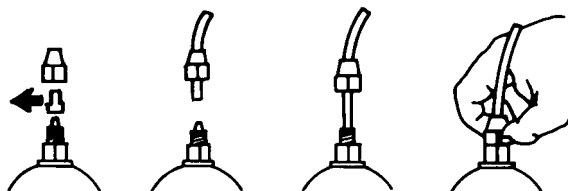

Fig. 7
e.- Retirar as duas cápsulas de proteção dos nipples, inserir até o fundo as mangueiras nos espigões cônicos e travá-las com as respectivas porcas-trava de fixação (Fig. 7).